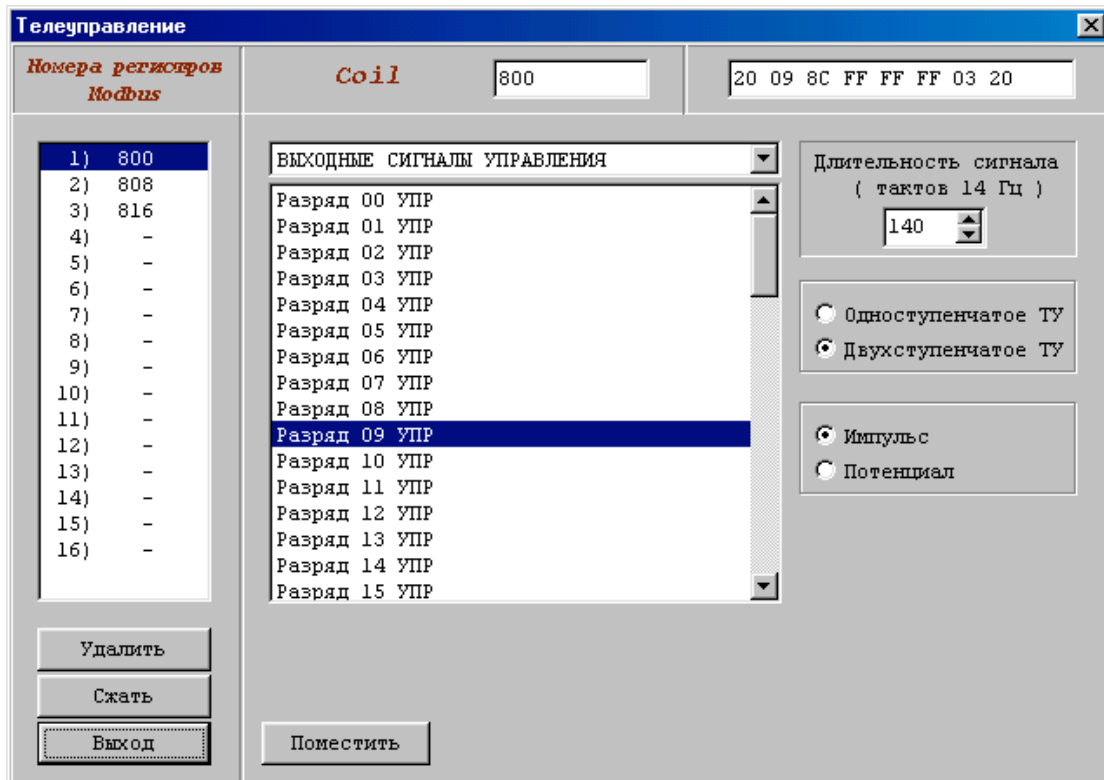

Рисунок 3.12 – настройка ТУ
3.2.4.8 При настройке ТУ (рисунок 3.12) назначайте номера **Coil** обязательно кратными восьми. Войдя в настройку, выберите один из 3 возможных списков: «выходы управления», «выходы индикации», «сброс отказов». Для сброса отказов требуется установить только время ожидания ответа, для остальных операций проведите полную настройку, выбрав имя сигнала из списка имен, вид ТУ и длительность сигнала; после чего нажмите клавишу «поместить». Далее переходите к следующему адресу **Coil**, по окончании нажмите клавишу «выход» и переходите к следующим операциям.